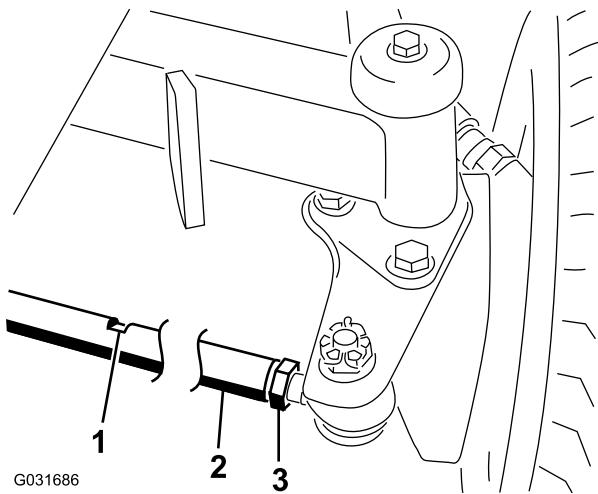

Рисунок 48
- Ослабьте контргайку с каждой стороны тяги (Рисунок 48).